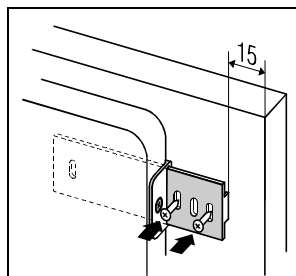

Figure 3
- Insérez les glissières dans les guidons des glissières et fixez-les avec les vis A 4 x 12 à distance de 15 mm du bord de la porte du meuble (Figure 3).